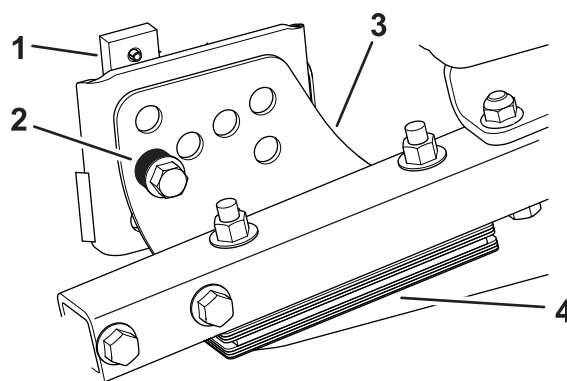

図 21
2. 図 21 のように、各刈り高ブラケットを刈り高プレート前と右と左に固定しているボルトをゆるめる。
4. チェンバを支えておきながらスペースを取り外す 図 21。